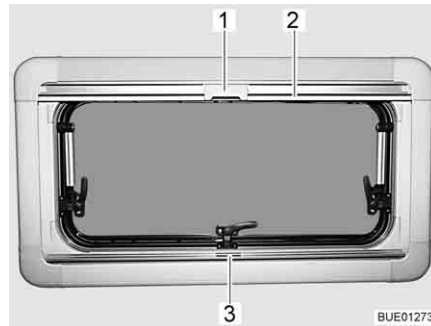

Fig. 101 Janela de projetor
- Pegue no estore opaco plissado pelo meio da régua de manipulação (Fig. 101,3), puxe-o de baixo para cima e largue à altura pretendida. O estore opaco plissado fica parado a essa altura.
- Puxe a mosquiteira para baixo, agarrando pela régua de manipulação (Fig. 101,2), até esta encostar na régua de manipulação do estore opaco plissado (Fig. 101,3).
- Trave o entalhe (Fig. 101,1) na mosquiteira com a régua de manipulação do estore opaco plissado.
- Empurre para trás o entalhe (Fig. 101,1) na parte de cima da mosquiteira.
- Guie a mosquiteira lentamente para trás na régua de manipulação (Fig. 101,2).